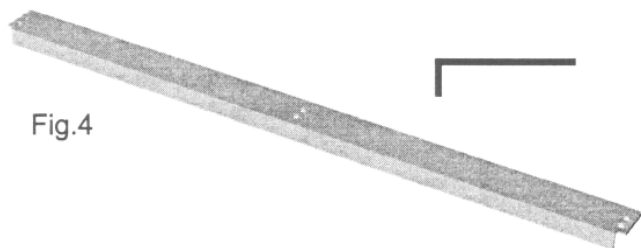

Fig.4
4. Uma vez colocada a frente sobre a dobradiça inferior, centrar sobre a dobradiça superior e introduzir o segundo eixo (Fig. 4), também fornecido na bolsa de acessórios.